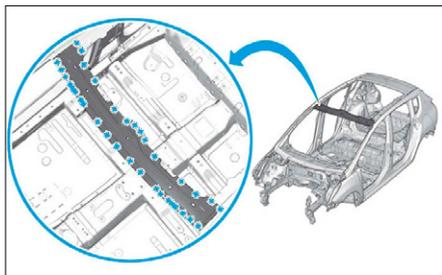

FIG. 143
- Dépointer comme illustré (Fig.143).